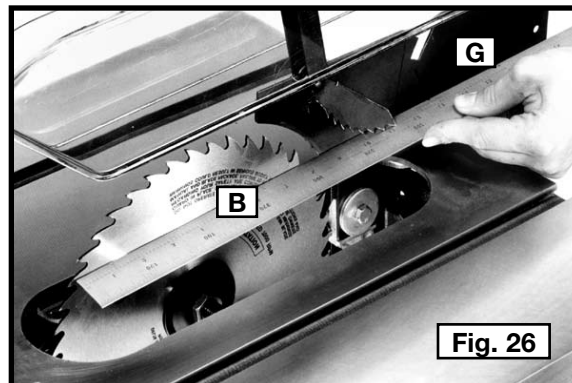
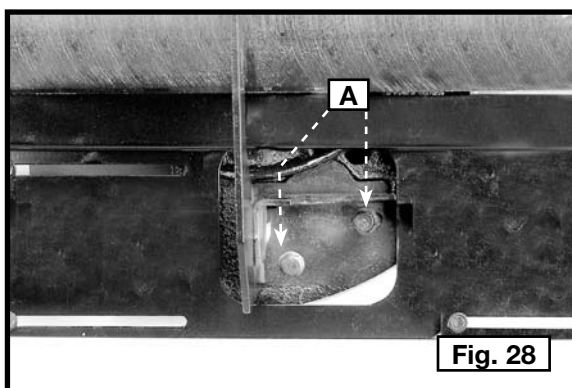

Fig. 26
Fig. 28
Utiliser une règle droite pour vérifier l'alignement de la lame de la scie (B) avec l'arrière du couteau séparateur (G) aux figures 26 et 27. Si un alignement s'avère nécessaire, desserrer les vis (A) fig. 28, qui retiennent le support du couteau au tourillon arrière. Aligner le couteau-séparateur (G) fig. 26, avec la lame de la scie et serrer les deux boulons (A) fig. 28.